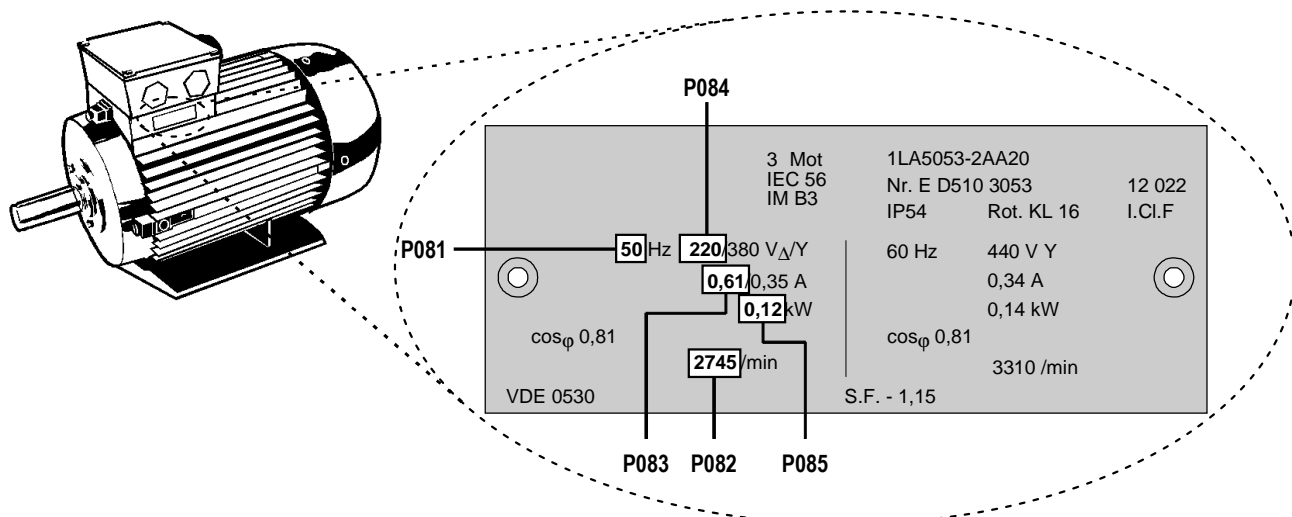

Figura 3.2.1: Ejemplo típico de placa de características de un motor
- (1) El convertidor no posee un interruptor principal de alimentación y, por lo tanto, está bajo tensión cuando se conecta a la red. La salida de potencia permanece desactivada hasta que se pulsa el botón de MARCHA o hasta que se produce la presencia de una señal digital de ON en el borne 5 (giro horario) o en el borne 6 (giro contrahorario) - consulte los parámetros P051 - P053.
- (2) Si se selecciona la opción de visualización de la frecuencia de salida (P001 = 0), la consigna correspondiente se visualizará cada 1,5 segundos aproximadamente cuando el convertidor está parado.
- (3) El convertidor se programa en fábrica para aplicaciones normales de motores estándar tetrapolares Siemens. Si se utilizan otros motores, es necesario introducir las especificaciones indicadas en la placa de características del motor en los parámetros P081 a P085 (consulte la figura 3.2.1). **Obsérvese que el acceso a estos parámetros no es posible salvo que P009 se haya ajustado a 002 ó 003.**
- (1) Conecte el borne de control 5 al borne 8 mediante un simple proceso de conexión/desconexión. De este modo, la configuración del motor corresponderá a sentido de giro horario (ajuste predeterminado).
- (2) Aplique la alimentación de la red al convertidor. Ajuste el parámetro P009 a 002 ó 003 para que puedan ajustarse todos los parámetros.
- (3) Compruebe que el parámetro P006 está ajustado a 000 para especificar consigna digital.
- (4) Ajuste el parámetro P007 a 000 para especificar entrada digital (es decir, DIN1 (borne 5) en este caso) y desactivar los mandos del panel frontal.
- (5) Ajuste el parámetro P005 a la consigna de frecuencia deseada.
- (6) Ajuste los parámetros P081 a P085 de acuerdo con la placa de características del motor (*consulte la figura 3.2.1*).
- (7) Sitúe el interruptor externo de conexión/desconexión en la posición ON. El convertidor accionará el motor a la frecuencia ajustada mediante P005.
- (3) Aplique la alimentación de la red al convertidor. Ajuste el parámetro P009 a 002 ó 003 para que puedan ajustarse todos los parámetros.
- (4) Ajuste el parámetro P006 a 001 para especificar consigna analógica.
- (5) Ajuste el parámetro P007 a 000 para especificar entrada digital (es decir, DIN1 (borne 5) en este caso) y desactivar los mandos del panel frontal.
- (6) Ajuste los parámetros P021 y P022 para especificar los ajustes de la frecuencia máxima y mínima de salida.
- (7) Ajuste los parámetros P081 a P085 de acuerdo con la placa de características del motor (*consulte la figura 3.2.1*).
- (8) Sitúe el interruptor externo de conexión/desconexión en la posición ON. Gire el potenciómetro (o ajuste la tensión de control analógico) hasta que se visualice en el convertidor la frecuencia deseada.